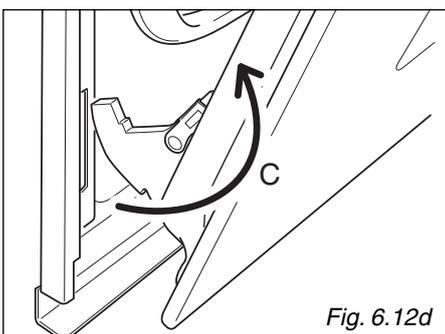

Fig. 6.12d
- Retirez les crochets des charnières de leur emplacement en suivant la flèche « C » (fig. 6.12d).